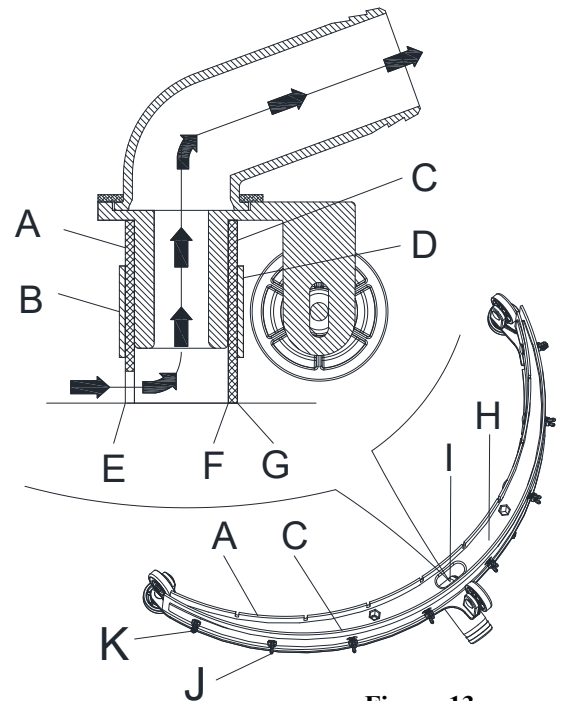

Figura 13
2. Compruebe si los bordes (E, Figura 13) del labio delantero (A) y los bordes (F) del labio trasero (C) están en el mismo nivel, a lo largo de su longitud; si es necesario, ajuste su altura según el siguiente procedimiento:
- Afloje las tuercas de mariposa (J) y ajuste el labio delantero (A) y el trasero (C) y después apriete todas las tuercas de mariposa.
3. Compruebe que el labio delantero (A) y el trasero (C) estén en buenas condiciones, que no estén cortados o desgarrados, de lo contrario, sustitúyalos según el procedimiento siguiente. Compruebe si la esquina delantera (E) o la esquina trasera (F) está desgastada; si es necesario, dé vuelta el labio para sustituir la esquina desgastada con aquella en buenas condiciones. Si ambas las esquinas están demasiado desgastadas, reemplace el labio de acuerdo con el siguiente procedimiento:
- Retire las tuercas de mariposa (J) y el tornillo (K), extraiga la cinta de sujeción (B), después sustituya/dé vuelta el labio delantero (A). Monte el labio en orden contrario al desmontaje.
- Retire las tuercas de mariposa (J) y el tornillo (K), extraiga la cinta de sujeción (D), después sustituya/dé vuelta el labio trasero (C). Monte el labio en orden contrario al desmontaje. Después de cambiar el labio (o de haberlo dado vuelta), monte la boquilla como se muestra en el paso anterior.